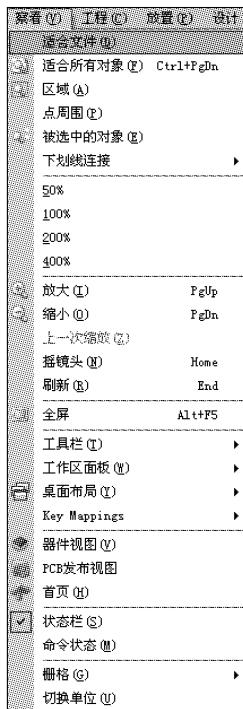

图 3-13 “察看”菜单
(4) “查看”: 用于视图操作,包括工作窗口的放大/缩小、打开/关闭工具栏、显示格点、工作区面板、桌面布局等功能,如图 3-13 所示。